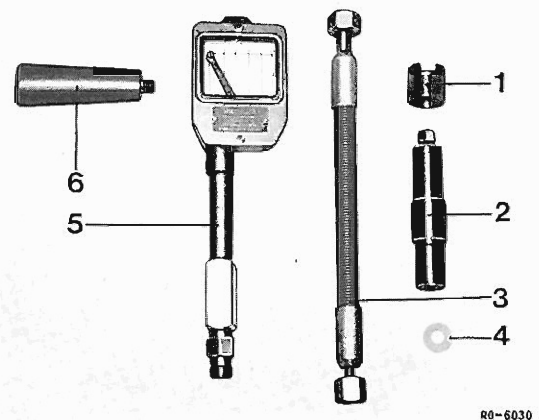

Bild 1
- Anschlußstück 352 589 00 21 00 in den Zylinderkopf einsetzen und mit Druckschraube und Steckschlüsseinsatz 000 589 75 09 00 festziehen (Bild 1).